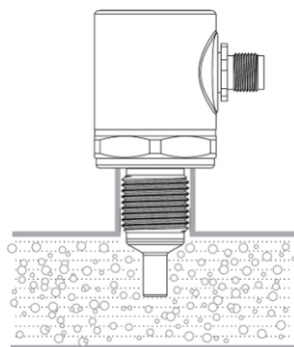

Рисунок 2
(2) Убедитесь, что в трубе нет пузырьков, чтобы обеспечить нормальную работу в точке срабатывания сигнализации (рис. 2).